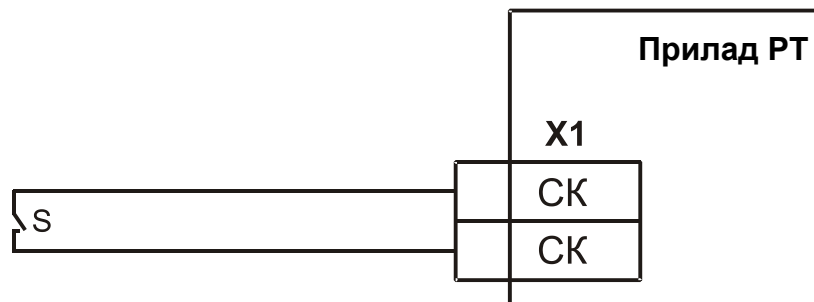

Рисунок 9.2 - Підключення входних контактів до приладу
9.2 Підключення входних контактів до приладу (рис.9.2).